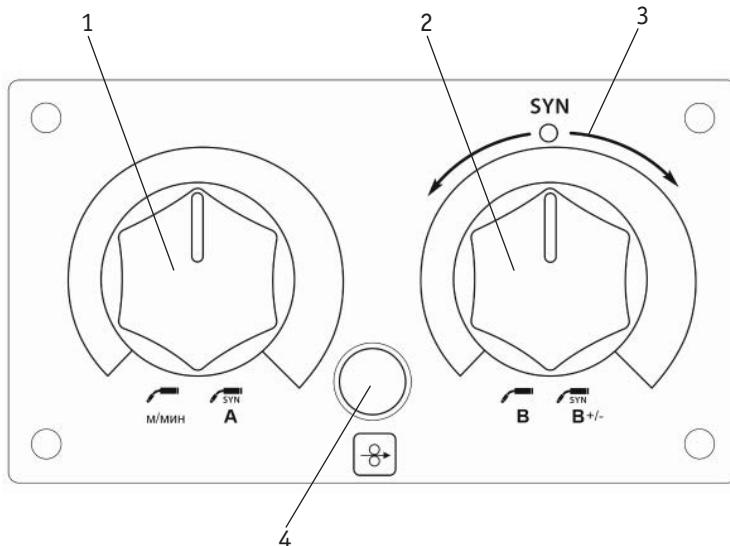

Рис. 5.0.2. Передняя панель механизма подачи проволоки.
- 4. Панель управления (См. рис. 5.0.2, 5.0.3).
ВНИМАНИЕ! При переключении аппарата в синергетический режим MIG/MAG, FCAW важно перевести регулятор на подающем устройстве TECH WF-501 (См. рис. 5.0.2, поз. 2) в верхнее положение как показано на рисунке 5.0.3.